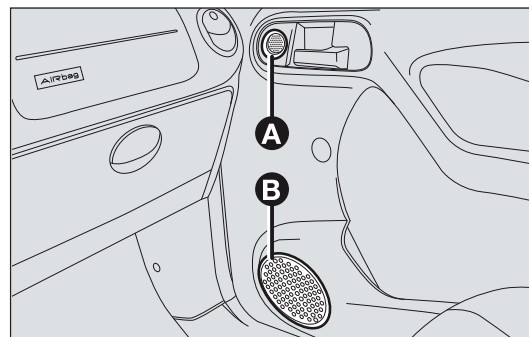

fig. 95
- ☐ due altoparlanti tweeter A-fig. 95 e due woofer B da 40 W max ciascuno sulle porte anteriori;